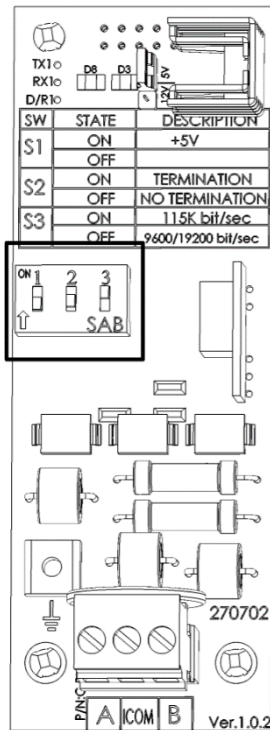
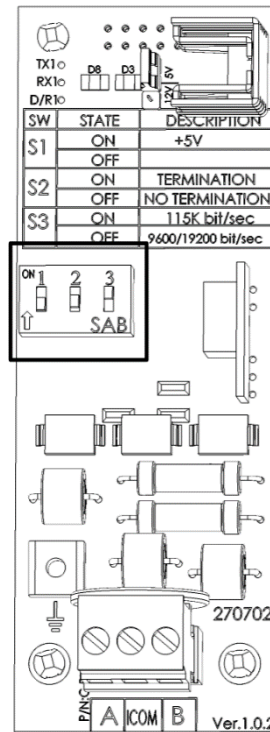

图 25: RS-485 5V启用
图 26: RS-485 5V禁用
- 如图26所示，确保接地线从通信卡走向接地排。
- 如果需要更换通讯卡，请按图26所示连接接地线。
- 图 25 和 图 26 未展示终端电阻变光开关设置.